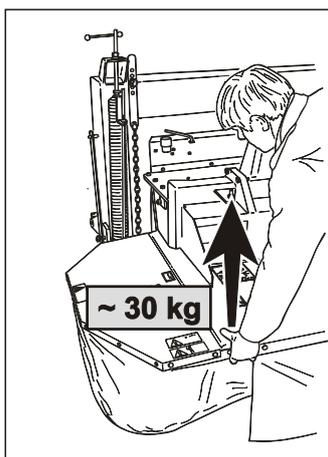

Fig. 3-11
- Fig. 3-11 Die Feder spannen/lösen bis das Gewicht auf dem Boden ca. **25-30 kg** an jeder Seite ist.